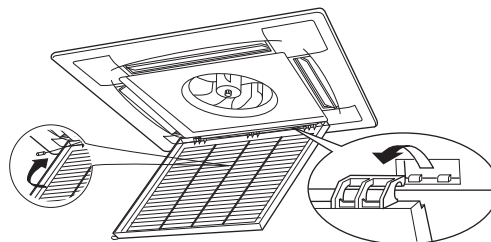

fig. 9-2
- 2 Retire la rejilla de paso de aire (junto con el filtro de aire, como se muestra en la *fig. 9-2*).**